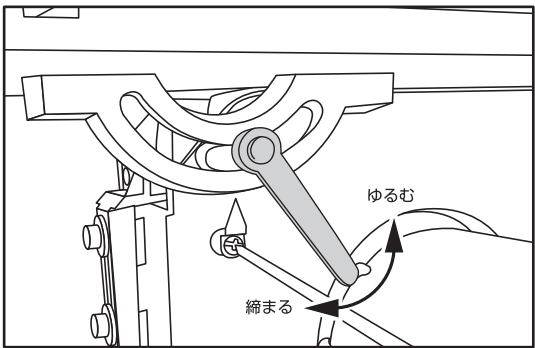

図4
- 1.テーブル固定レバーを反時計回りにゆるめて、テーブルの傾斜ができるようにしてください。(図4)